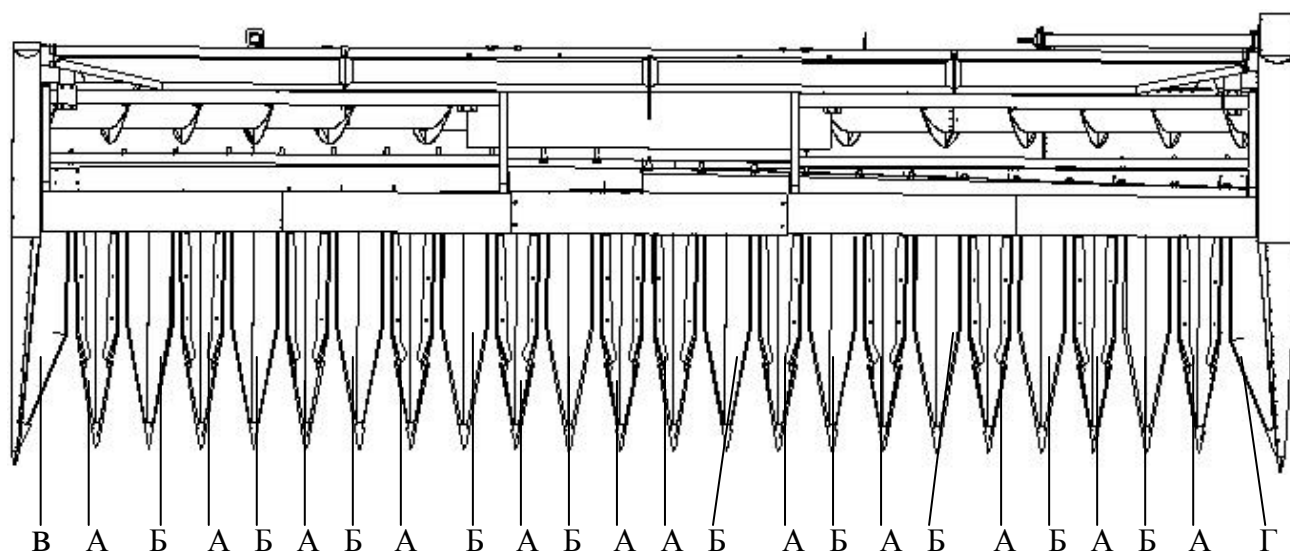

Рисунок. 21 Установка лотков.
- Установите в средней части жатки рядом два регулируемых лотка (рисунок 21).
- Справа и слева от этих лотков установите нерегулируемые лотки. Закрепите их на каркасе жатки аналогично регулируемым лоткам. В дальнейшем лотки устанавливайте через один (рисунок 21).